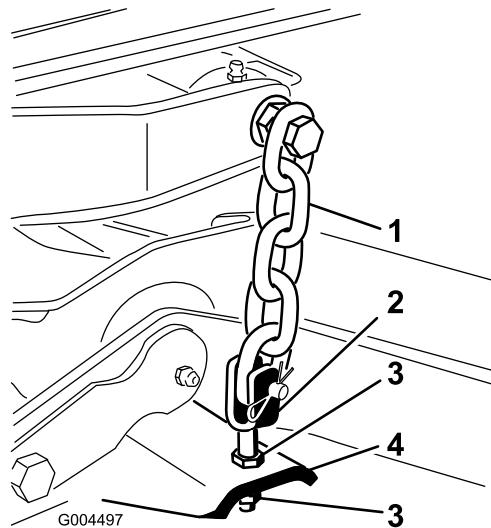

Figura 65
7. Ajuste as porcas de segurança que prendem as forquilhas/correntes da plataforma traseira para elevar a traseira da plataforma de forma a que a inclinação da lâmina fique definida para 8 mm (Figura 65).